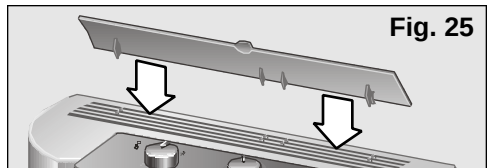

Fig. 25
- ❑ Lever l'orientateur d'air situé dans la partie supérieure de l'appareil. Sur les modèles **PAM18100**, cet orientateur d'air n'est pas monté sur l'appareil à l'acquisition. Voir **figures 25 et 26** dans la partie chauffage.
- ☐ Levez l'orientateur d'air situé dans la partie supérieure de l'appareil. Sur les modèles **PAM18100**, cet orientateur d'air n'est pas monté sur l'appareil à l'acquisition. Voir figures 25 et 26 de la partie chauffage.
- ☐ Levez l'orientateur d'air situé dans la partie supérieure de l'appareil. Sur les modèles **PAM18100**, cet orientateur d'air n'est pas monté sur l'appareil à l'acquisition. Voir **figures 25 et 26** de la partie chauffage.